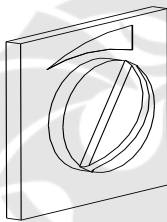

Fig. 6 : modérateur de tirage
- Si disponible, ouvrez complètement le modérateur de tirage (voir fig. 6).
- Dès que les bûches commencent à être bien en feu au bout de quelques minutes (voir fig. 8), refermer le clapet de régulation de l'air de moitié environ (ramener la manette au centre – voir p. 1 / fig. 2) ou, si disponible, refermer le modérateur de tirage de 50 % (tourner le papillon vers la gauche – voir fig. 6).
- Ouvrir lentement la porte afin de ne pas créer de tourbillons d'air susceptibles de faire s'échapper les gaz de combustion. Si disponible, ouvrez complètement le modérateur de tirage (*voir p. 3 / fig. 6*).